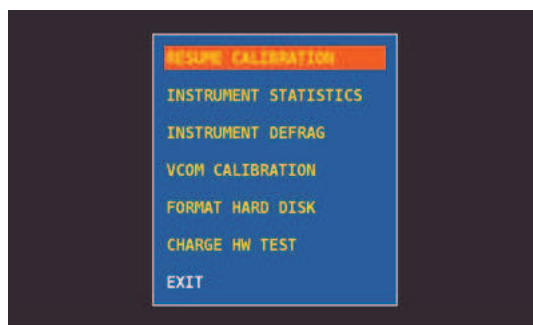

Figure 2: Menu selection
4. Sélectionner "**RESUME CALIBRATION**" (figure 2), appuyer sur la molette (ENTER) et attendre l'exécution du processus ;